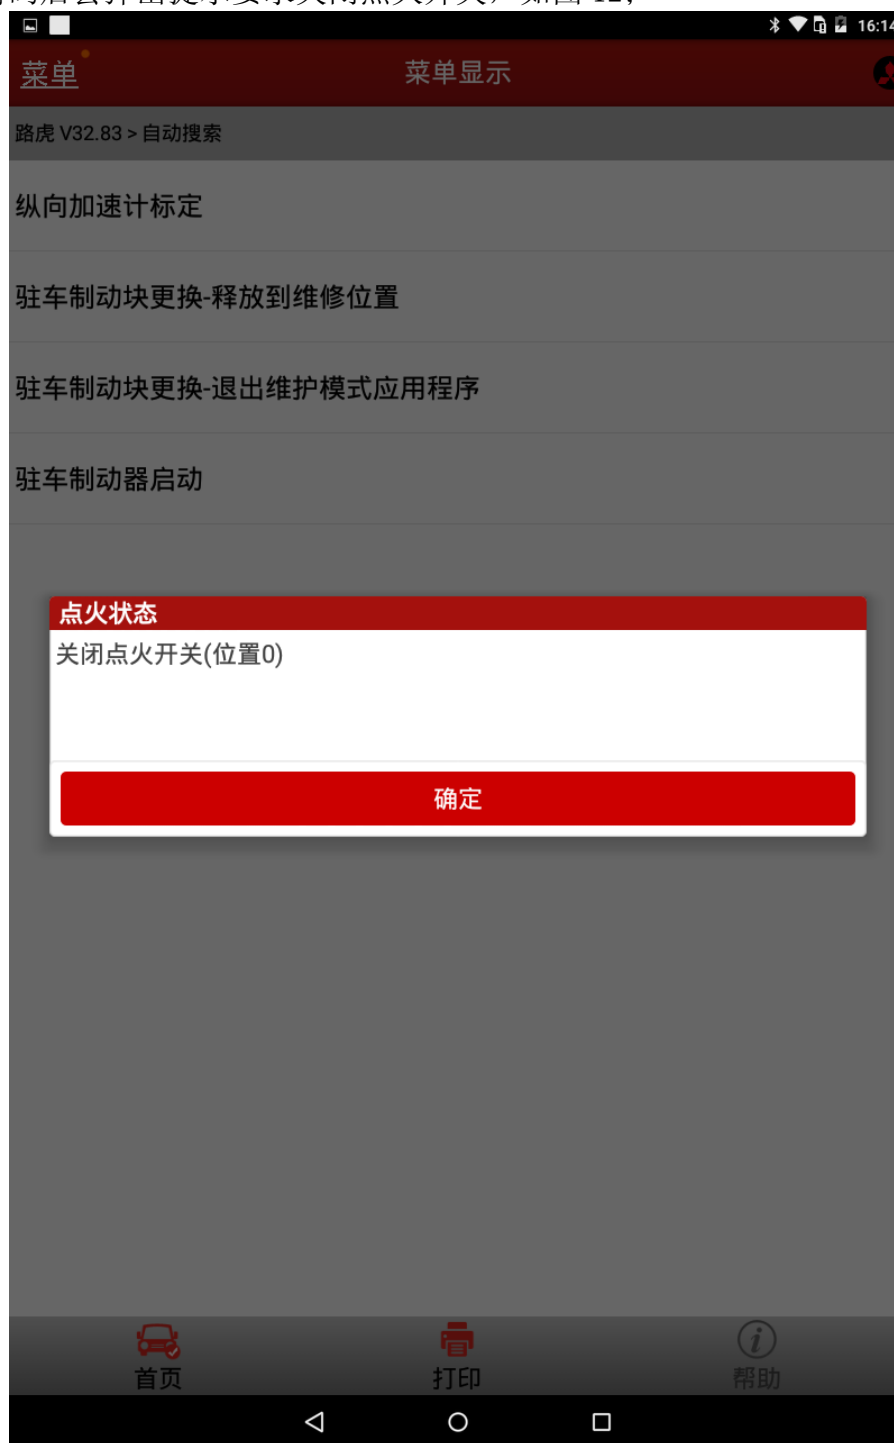

图 12
G). 完成清码后会弹出提示要求关闭点火开关, 如图 12;